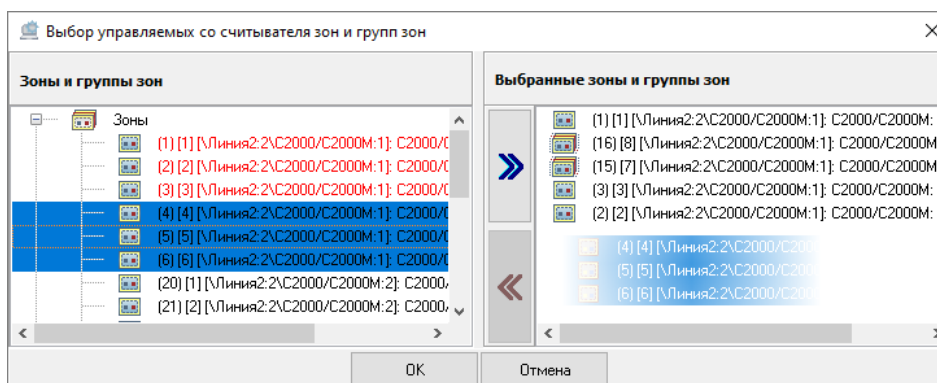

Рисунок 6-405 Выбор нескольких зон и групп зон в качестве управляемых со считывателя перетаскиванием
- выделите одну или несколько зон/групп зон в поле «Зоны и группы зон» (для выделения сразу нескольких зон/групп зон нажмите на клавиатуре и удерживайте клавишу <Shift> для выбора диапазона или клавишу <Ctrl> для комбинированного выбора) и перетащите выделенные зоны/группы зон в поле «Выбранные зоны и группы зон» (см. Рисунок 6-405).